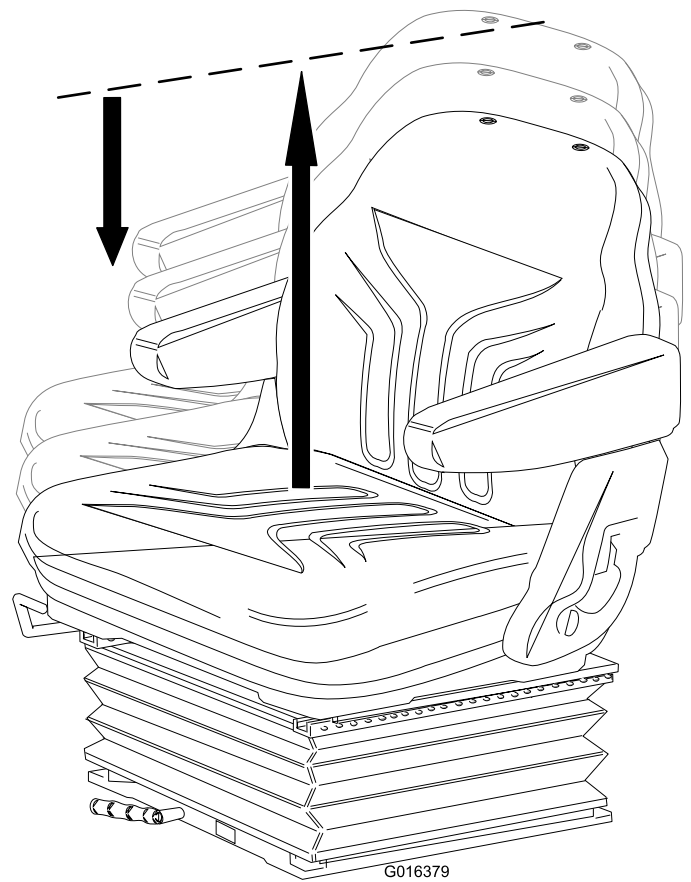

Figura 9
- **Regolazione dell'altezza:** Sollevate manualmente il sedile per regolare l'altezza secondo determinati incrementi. Per abbassarlo, sollevate il sedile fino oltre l'altezza massima, quindi lasciatelo scendere fino all'altezza minima (Figura 9).